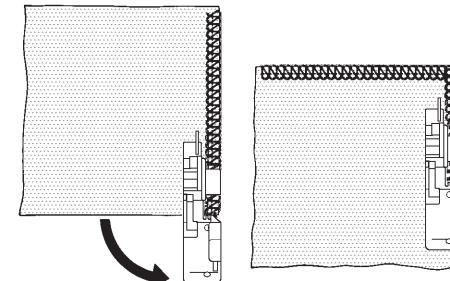

Рис.1
3. Поверните ткань, опустите прижимную лапку и начинайте шить в нужном направлении (Рис.1).
1. Установите направляющую для шнура (каркасной нити), которая есть в наборе принадлежностей, на ось нитенаправителей (Рис.1).
2. Поместите "каркасный" шнур (вязанный крючком шнурок из хлопковой нити, нити для вышивания, шерстяная нить или резинка) позади катушкодержателей. Протяните шнур через направляющие для шнура (1) и (2), а потом через нитенаправитель левой иглы (3) (Рис.1).